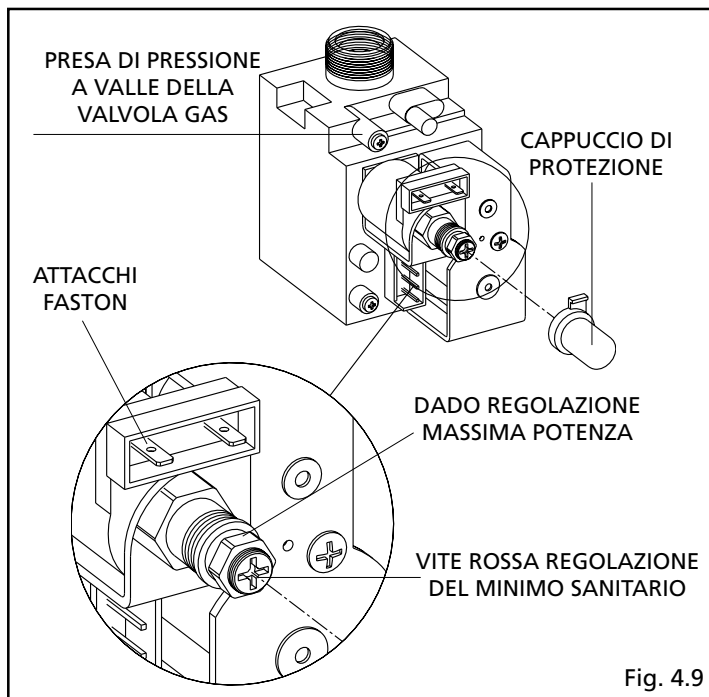

Fig. 4.9
- Con una chiave a forchetta CH10 agire sul dado di regolazione della massima potenza (fig. 4.9) per ottenere il valore indicato in tabella a pag. 8.